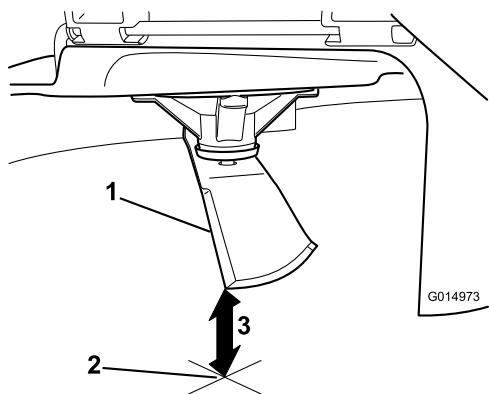

Bild 60
5. Messen Sie von der Messerspitze bis zu ebenen Fläche (Bild 60).